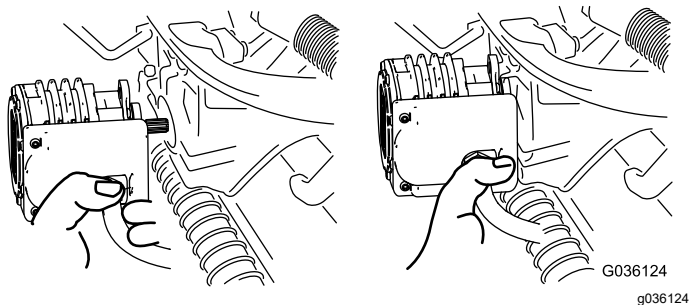

Bild 56
5. Legen Sie den Motor am Aufbewahrungsort vorne am Aufhängearm ab (Bild 56).